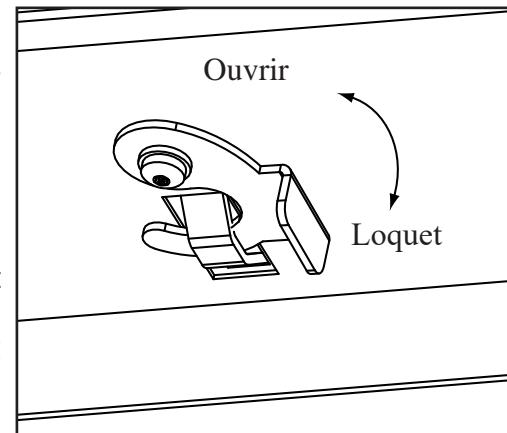
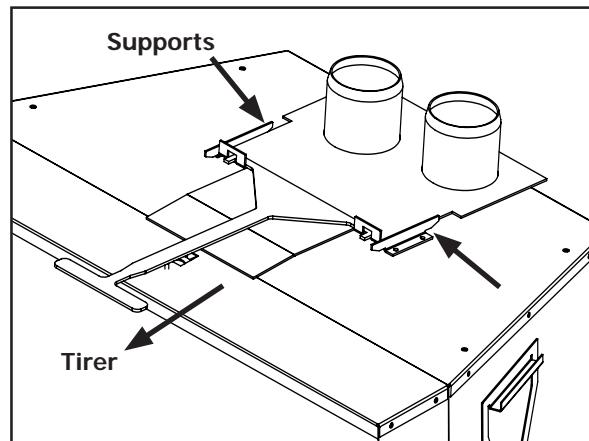

Figure 49 : Loquet de la plaque de collier d'aération.
Figure 50 : Outil pour plaque de collier d'aération.
10. Si l'ouverture du foyer est inférieure à 24 po (610 mm), retirez la plaque de collier d'aération du haut de l'insert en déverrouillant le crochet situé au centre du haut du poêle au-dessus de l'ouverture de la porte (voir la figure 49). Faites glisser la plaque de collier vers l'arrière. Fixez correctement la plaque de collier d'aération aux gaines de tuyau d'aération flexibles précédemment installées dans la cheminée. Veillez à ne pas trop étirer les gaines.
11. Appliquez un cordon de mastic pour poêle sur la partie supérieure de la plaque de collier de ventilation d'échappement Ø3" (76 mm). Faites glisser la ventilation flexible Ø3" (76 mm) sur le collier de conduit et fixez-la avec trois (3) vis à tôle espacées uniformément.
12. Placez un cordon de silicone haute température sur le collier d'admission du foyer, faites glisser la gaine d'admission flexible Ø3" (76 mm) sur le collier, fixez la gaine flexible avec trois (3) vis à tôle uniformément espacées.
14. Lorsque vous poussez l'appareil dans sa position finale dans le foyer, si la plaque de collier d'aération a été retirée, réinstallez-la sur le poêle en la tirant dans les supports situés sur le dessus à l'aide de l'outil fourni et revissez-la en place (illustré à la Figure 50).